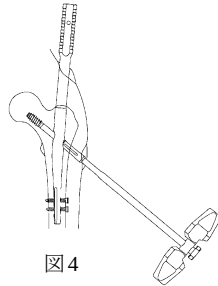

図 4
- 4) SS ラグスクリュー用 T レンチ (S) を T ハンドル部のつまみにてラグスクリューに固定し、IPT ネイル抜去用アダプタ (L) を把持しながら、ラグスクリューを抜去します。(図 4)